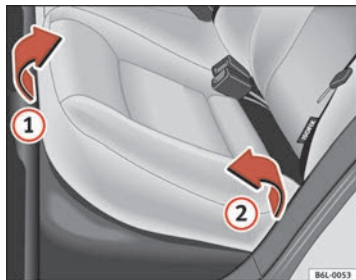
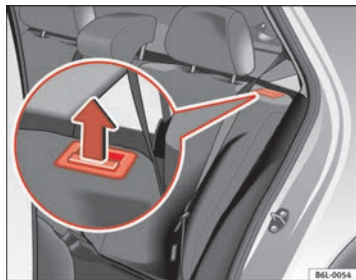

Abb. 71 Die Sitzfläche des Rücksitzes anheben
Abb. 72 Entriegelungstaste der Rücksitzlehne
- Ziehen Sie das Sitzpolster an der Vorderseite ⇒ Abb. 71 ① in Pfeilrichtung nach oben.
- Heben Sie das Sitzpolster ② in Pfeilrichtung nach vorne an.
- Ziehen Sie die Entriegelungstaste ⇒ Abb. 72 in Pfeilrichtung und klappen Sie die Sitzlehne nach vorne.